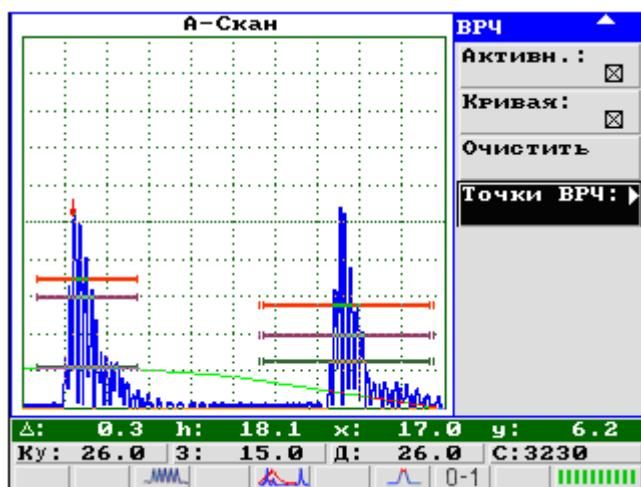

Рисунок 11 – Кривая ВРЧ
6.3.1.2.6.2 Пункт «Кривая» - включает/выключает индикацию кривой ВРЧ на экране дефектоскопа (см. рисунок 11).